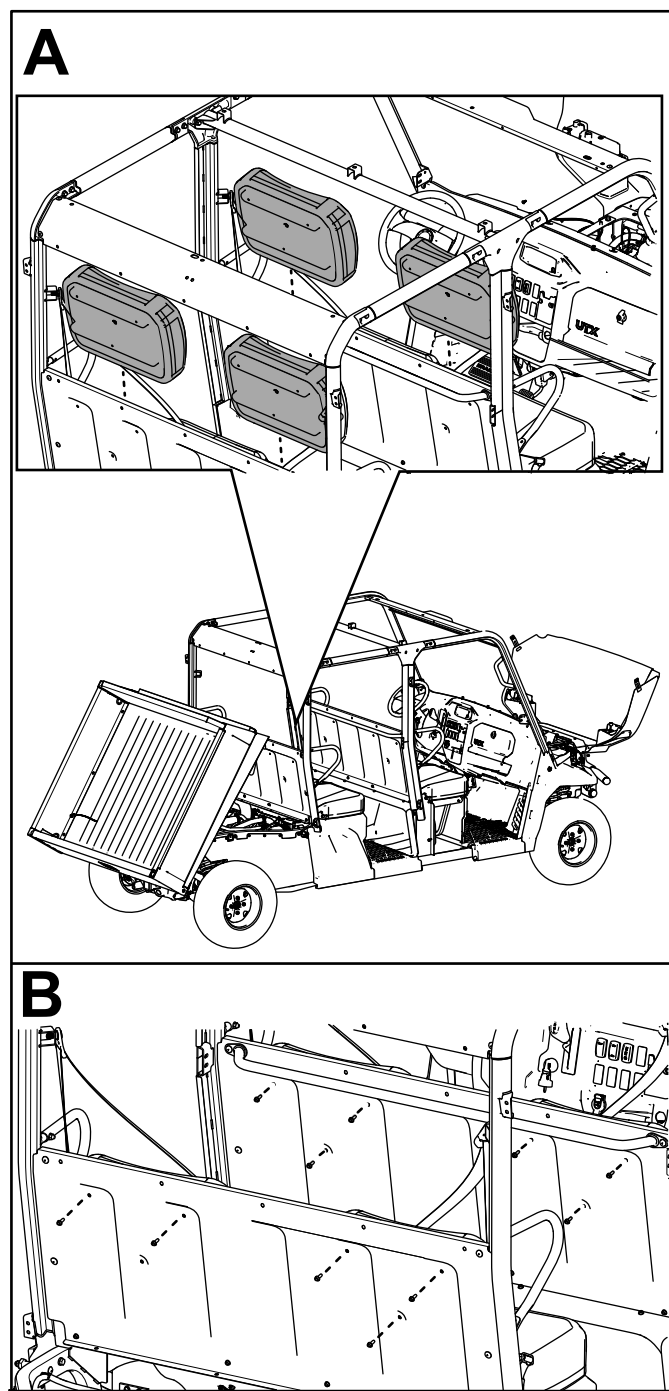

Figure 65
- E. Fixez les 4 dossiers de siège aux panneaux de siège à l'aide de 11 boulons à tête hexagonale à embase ( $\frac{1}{4}$  x  $\frac{3}{4}$  po), comme montré à la Figure 65.